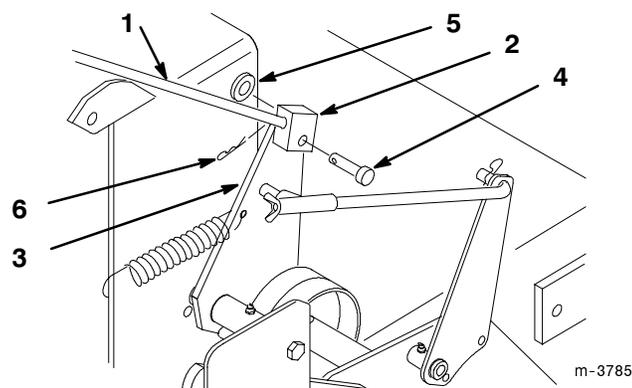

Figure 5
1. Visser les tourillons à la même distance sur les deux tiges de commande, à environ 5 cm (2") de l'extrémité pour commencer (Fig. 5).
2. Placer les tourillons avec la tige en haut, insérer les axes dans les tourillons et les trous de montage sur les équerres de renvoi (par l'extérieur) (Fig. 5), et les fixer à l'aide des rondelles de 6 mm (1/4") et des goupilles épingles (Fig. 5).